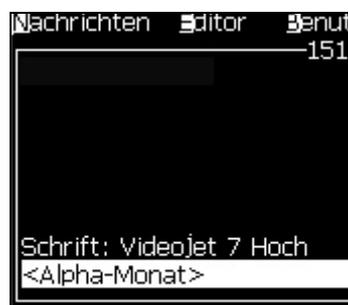

Abbildung 5-18: Benutzerfeld - Alpha-Monat
- 2 Wählen Sie das gewünschte Benutzerfeld und drücken Sie die Taste *Enter*. Zum Beispiel sehen Sie den *Alpha Month (Alpha-Monat)* in Abbildung 5-18.